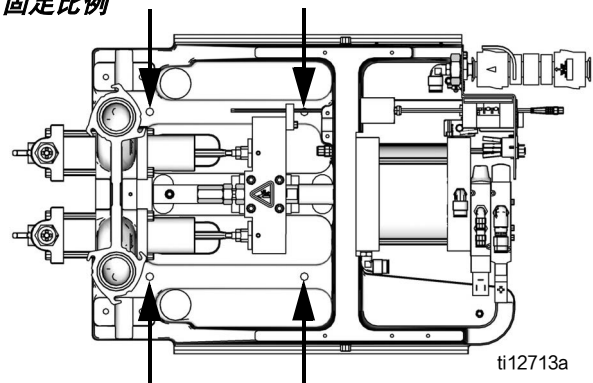

图 4：安装孔
3. 拧掉机罩两侧的锁紧螺丝 (110)，然后去掉护罩。
4. 借助穿过四个安装孔的紧固件的安装（不随设备一起提供）将机架固定在所选的位置。参见图 4。